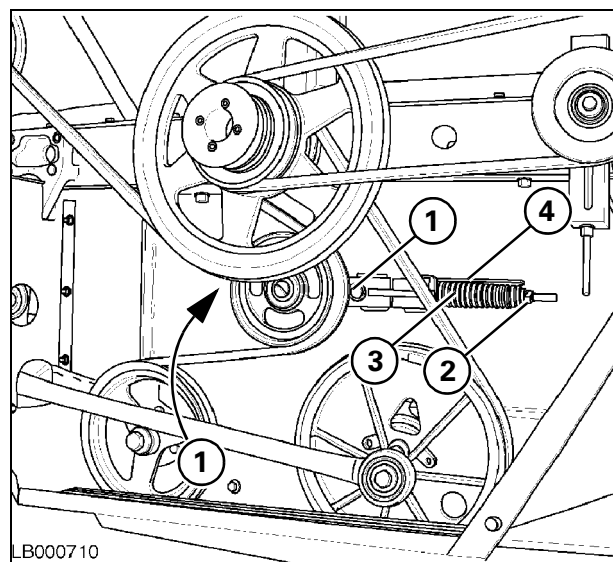

Рис. 14
10.)РЕМЕННОЙ ПРИВОД ШНЕКА ЧИСТОГО ЗЕРНА И ШНЕКА НЕДОМОЛОТА - Рис. 14